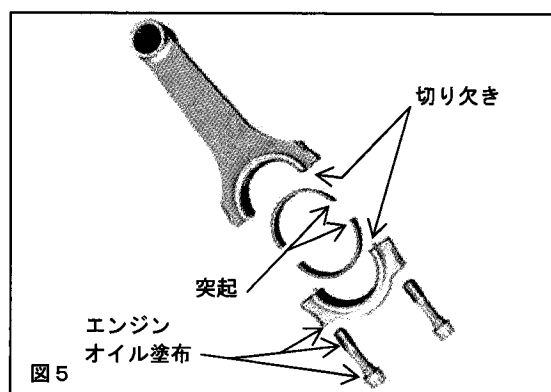

図 5
3. 1 コンロッド及びコンロッドキャップにベアリングを取付けてください。(図5)